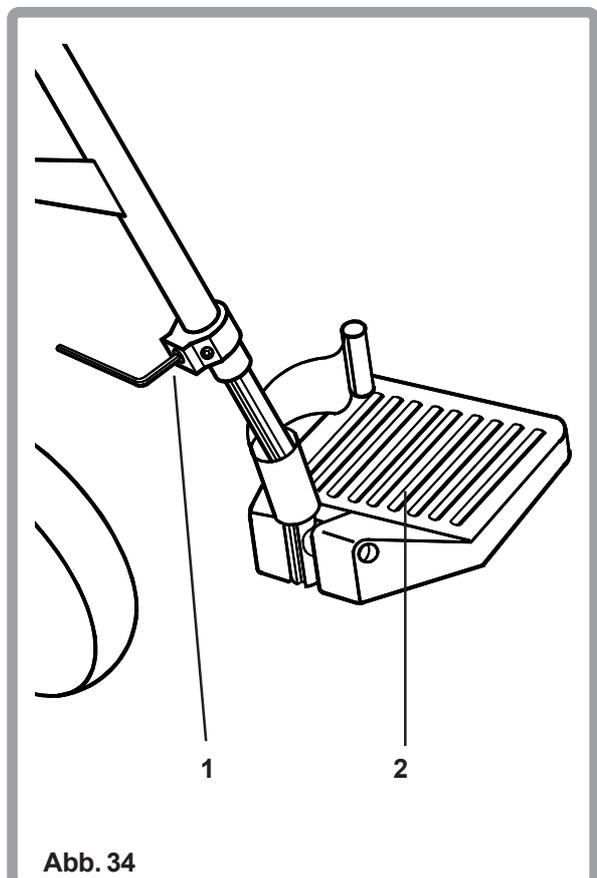

Abb. 34
Die Höhe der Fussauflage kann eingestellt werden (Abb. 34), indem Sie die Halteschraube (1) lösen und die Fussplatte (2) nach oben oder unten in die gewünschte Position schieben. Nun ziehen Sie die Schraube (1) wieder fest.